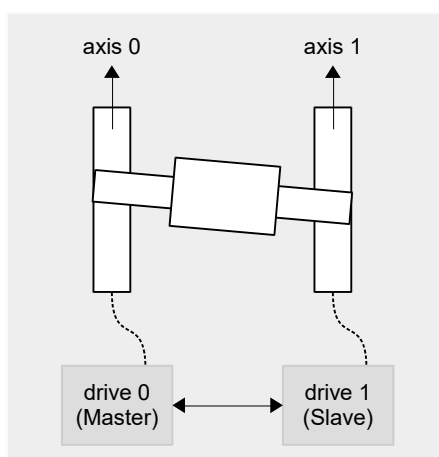

図 3.2.1
- A. 図 3.2.1 の左側のドライバーに接続し、Pt00D = t.□□□1 に設定します (マスターとして定義します)。
- C. 図 3.2.1 の右側のドライバーに接続し、Pt00D = t.□□□0 (スレーブとして定義) を設定します。